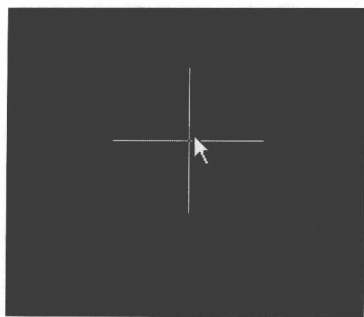

图 2-3 绘制导线起点
3. 执行导线的绘制命令后, 光标变成十字形状。把光标移动到导线的起始位置, 单击鼠标左键确定导线的起点, 如图 2-3 所示。